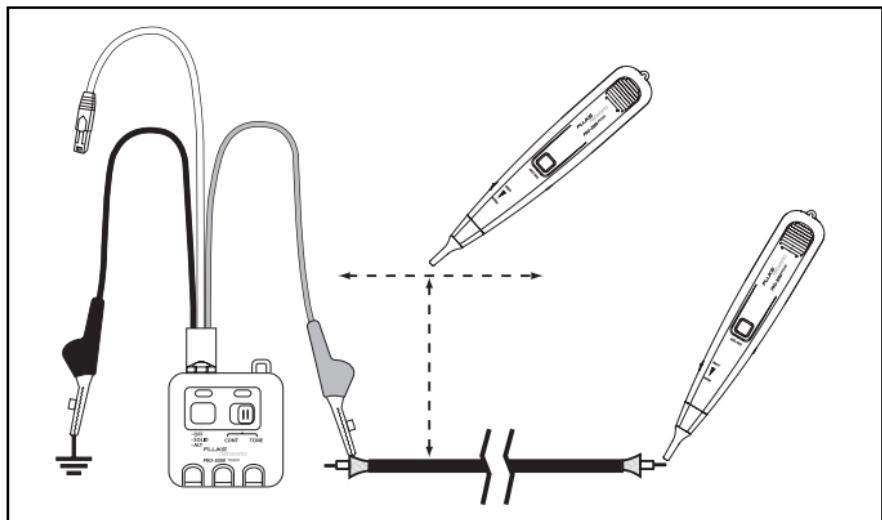

Figure 3. Dépistage de câbles
- 2 Connectez le conducteur d'essai rouge à un fil du câble inconnu (voir figure 3).